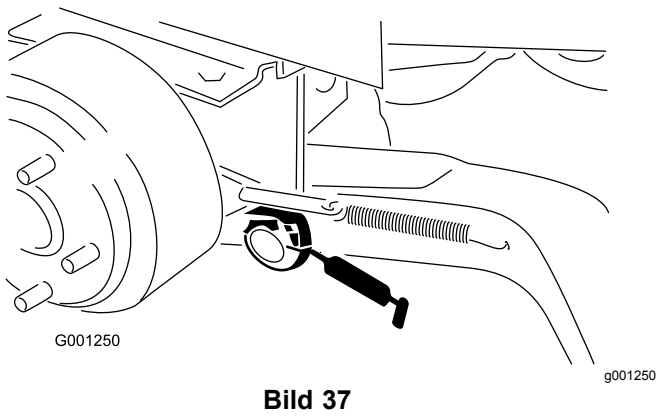

Bild 37
- Drehbüchsen des Hubarms (Bild 37)